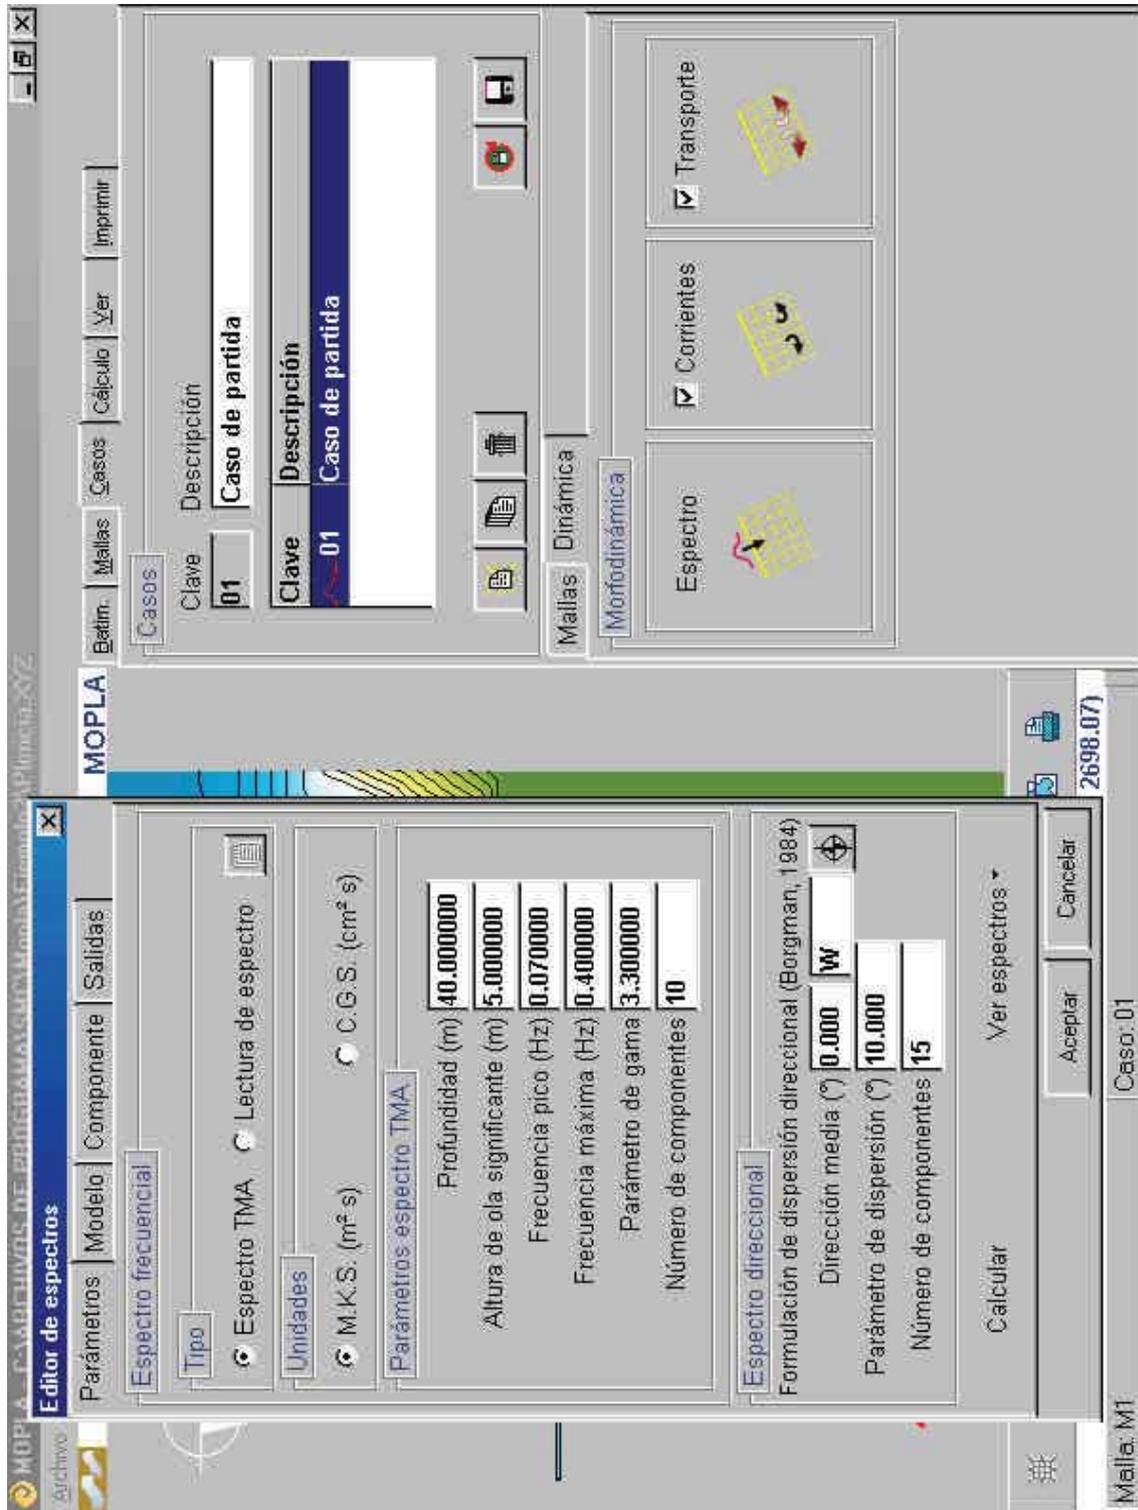

Figura 5.57
- SUBPÁGINA DE *Parámetros* (ver figura 5.57):